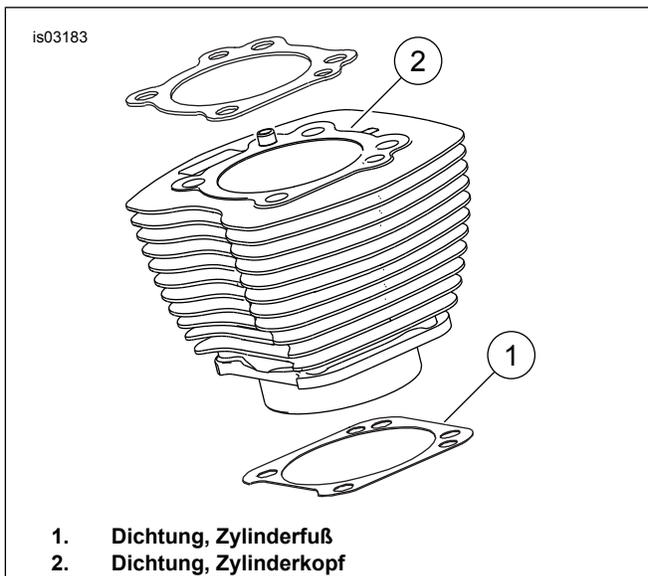

Abbildung 1. Zylinderdichtungen
- Siehe Abbildung 1. Bei Einbau der 103 mm (4.060 in) Zylinderfußdichtung (1) und der Zylinderkopfdichtung (2) ist kein Einbau von O-Ringen erforderlich. Keine O-Ringe an Zylinderausrichtstiften oder Zylinderaufnahmen benutzen.
- Beim Einbau der neuen Zylinderfußdichtung (1) muss diese mit der geprägten Seite nach unten und der konkaven Seite nach oben eingebaut werden.